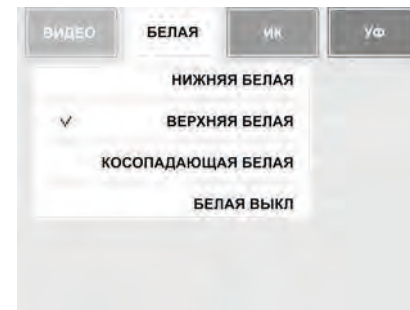

Рис. 14. Включение верхней белой подсветки
Поместите банкноту или документ на просмотрный стол ④ прибора. В меню режимов работы нажмите «БЕЛАЯ». В открывшемся подменю выберите пункт «Верхняя белая» (см. Рис. 14), тем самым включив подсветку. Режим удобен для контроля элементов защиты с цветопеременными красками. В приборе для белой подсветки применены точечные полупроводниковые источники света с высокой яркостью, поэтому **СМОТРЕТЬ НА ОСВЕТИТЕЛЬ, СКРЫТЫЙ ЗА КОЗЫРЬКОМ ПРИБОРА, НЕ РЕКОМЕНДУЕТСЯ.**